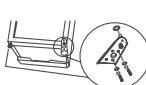

Рис. 1
- Открутите болты, удерживающие нижние петли (рис. 1).